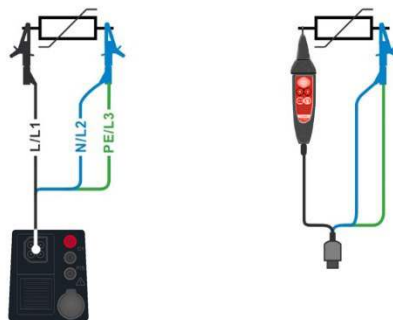

Abbildung 4.14: Anschluss der 3-Leiter-Prüfleitung und der optionalen Commander-Prüfspitze (044155)
- › Schließen Sie die Prüfleitungen am Prüfobjekt an, siehe **Abbildung 4.14**.